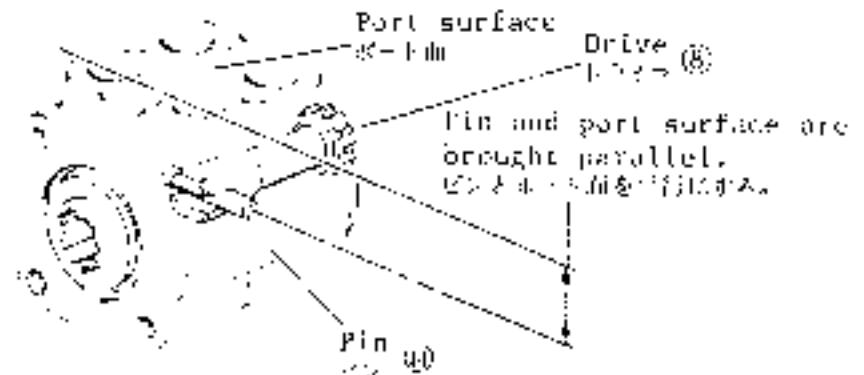
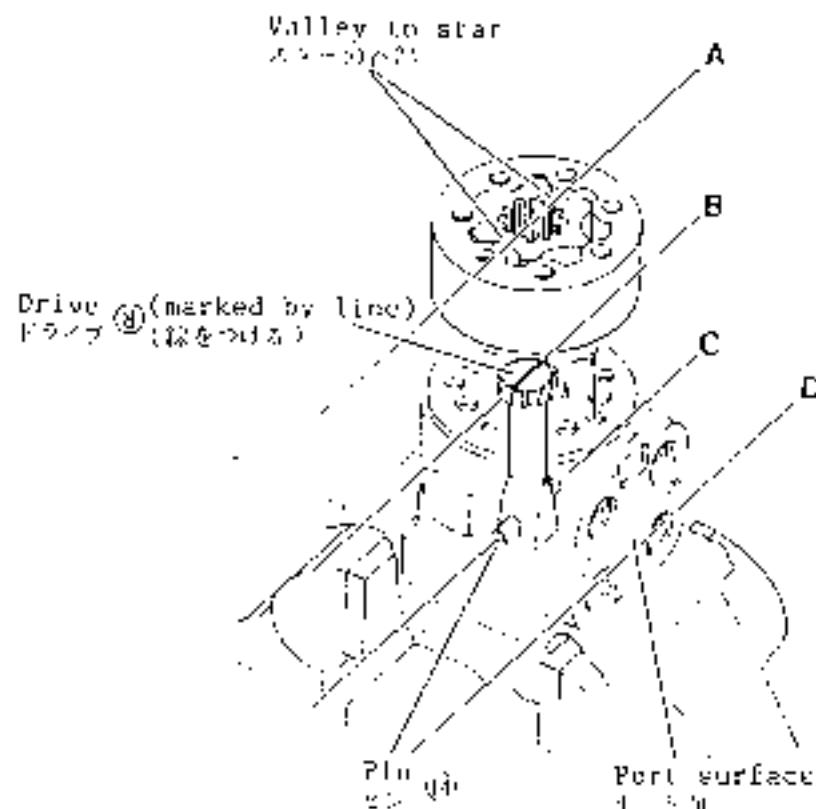

Fig. 21
Fig. 23
19. Rotate the spool-sleeve ass'y and bring pin ⑩ into parallel to the port surface of housing ⑩. (Fig. 21) Insert drive ⑧ and let the yoke of the drive contain the pin. For this, mark the spline end surface of the drive with a sign pen as shown in Fig. 23.
21. With the O-ring side towards plate ⑮, position rotor set ③ by aligning its valleys (A in Fig. 23) with drive ⑧ (B in Fig. 23). In this case, make sure that lines A, B, C and D are parallel each other. Without disengaging the drive from the star, align the threaded holes in the rotor set.
- 19 スプール・スリーブ Ass'y を廻してピン⑩とハウジング⑩のポート面を平行にする。(Fig. 21) ドライブ⑧を挿入し、ドライブのヨーク部とピンを嵌合させる。位置決めを確実にする為に、ドライブのスプライン端面に Fig. 23 に示すようにマジックで線を引いておく。
21. ロータセット③のOリング側をプレート⑮側とし、ロータセットのスプラインの谷部 (Fig. 23 のA) をドライブ⑧ (Fig. 23 のB) と合わせてはめる。ここで Fig. 23 のように線A、B、CおよびDが平行関係にあることを注意して確認して下さい。ドライブとスプラインの嵌合をはずさないでロータセットのボルト穴を位置合せする。